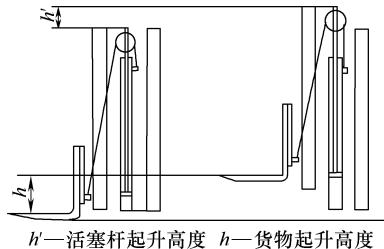

图 1-44 无自由起升工作装置示意图
① 无自由起升式：只要起升货叉、内门架同时起升。无自由起升工作装置的结构最简单，多用在露天场地起重量比较大的叉车上。如图 1-44 所示。
② 部分自由起升式：所谓自由起升是叉车在